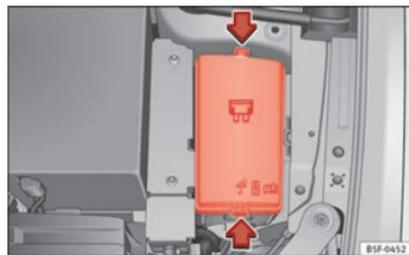

Fig. 101 Dans le compartiment moteur : cache du boîtier de fusibles.
• Appuyez sur les languettes de verrouillage pour déverrouiller le cache de la boîte à fusibles »» **fig. 101.**